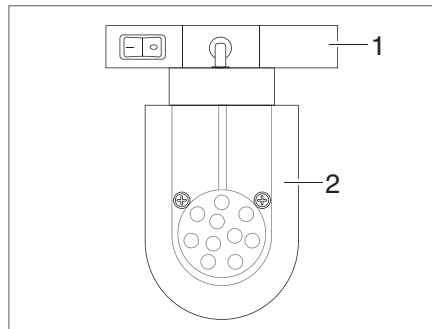

Fig. 146 Spot DEL (exemple)
- Saisir le support (Fig. 146,1) et le tourner de 90°.
- Retirer le spot DEL (Fig. 146,2) du système de rail.
- Placer le spot DEL (Fig. 146,2) à la position désirée dans le système de rail et le tourner de 90°.